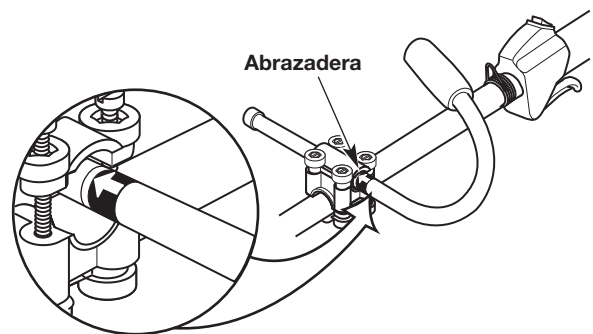

Fig. 3
5. Sostenga la unidad en posición operativa (Fig. 21) y deslice la manija hacia adentro o hacia afuera de la abrazadera hasta que la flecha/línea de la calcomanía toque la abrazadera (Fig. 3).